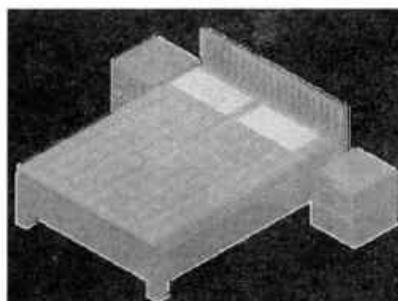

图14-78 赋予枕头贴图
**Step25** 按照上述操作，对枕头图块赋予合适的材质，执行“渲染区域”命令，对其渲染，如图 14-78 所示。